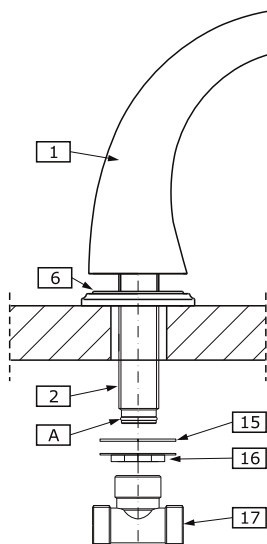

FIG. 4a
See fig. 4a & 4b
- ➔ Position the spout base (6) on the bath tub ledge.
- ➔ Insert shank (2) of the spout (1) through center hole of bath tub ledge. From underneath the ledge place rubber washer (15) on the shank, then screw on the flanged nut (16). Make sure that the spout (1) is in the correct position. Hand tighten only the flanged nut (16).
- ➔ Make sure that the o-ring (A) is properly seated in recess at shank (2). Thread the T-connection (17) on the shank of the spout as shown in fig. 4a.
- ➔ Posicionar la base del grifo (6) en el borde de la bañera.
- ➔ Insertar el tubo enroscado (2) del grifo (1) a través del borde del agujero central de la bañera. Por debajo del borde colocar una arandela de goma (15) sobre el tubo, luego apretar asegure que el grifo (16). Controlar si del grifo (1) se encuentra en la posición apropiada el borde de la bañera. Apretar asegure que el grifo (16) únicamente a mano.
- ➔ Controlar si el anillo (A) está colocado correctamente en el tubo (2). Colocar la conexión „T“ (17) sobre el tubo del grifo como lo presenta la fig. 4a.